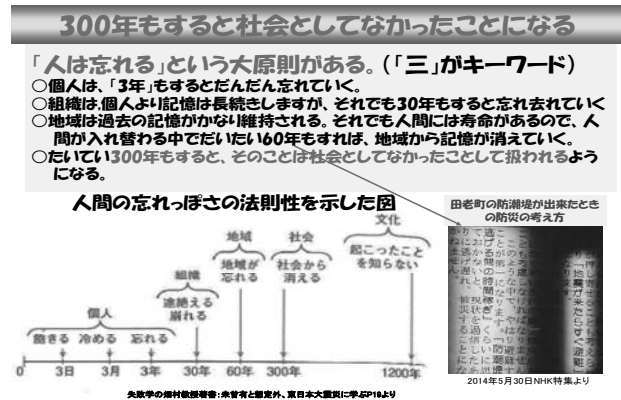

図 1.
失敗学の畑村先生の著書にもありますが「人は、忘れる。」ということです。図 1. に示すように三がキーワードとなります。①個人では、3 年で忘れる。②組織では、30 年で忘れる。③地域では、一世代の 60 年したら忘れてしまう。ということです。たいてい 300 年もすると社会として、あったことがなかったことになってしまいます。